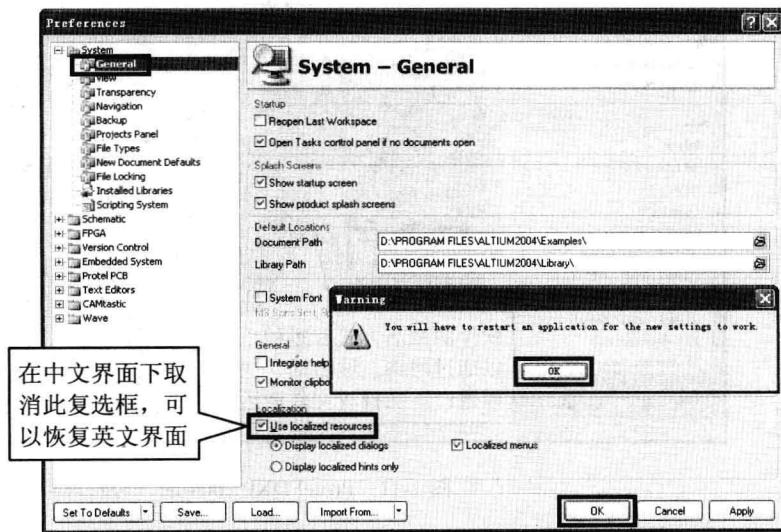

图 1-15 “Preferences”(优先设定)对话框
**步骤 2▶** 系统弹出“Preferences”对话框，在左侧窗格中依次单击“System”>“General”选项，然后在右侧界面的“Localization”区域选中“Use Localized resources”复选框，如图 1-15 所示。
**步骤 3▶** 在弹出的“Warning”对话框中单击 **OK** 按钮，然后在“Preferences”对话框中单击 **OK** 按钮，参见图 1-15。